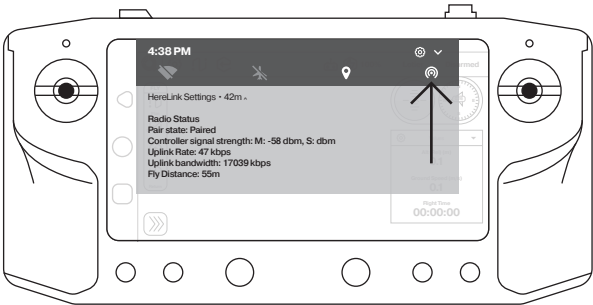

Figura 14
1. Active el modo hotspot desde el menú de Android del control. (Figura 14)